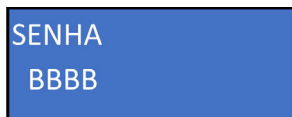

Figura 30
15. Para iniciar la calibración del sensor de pH, sumérjalo en la solución pH 7.0, navegue pulsando el botón “abajo” hasta encontrar la opción “CALIBRAR SENSOR DE PH” y luego pulse el botón “OK”. Después de este proceso, se abrirá una pantalla llamada “CONTRASEÑA”, con una secuencia de 4 letras, Utilice la contraseña BBBB para acceder a este menú. (figura 30).